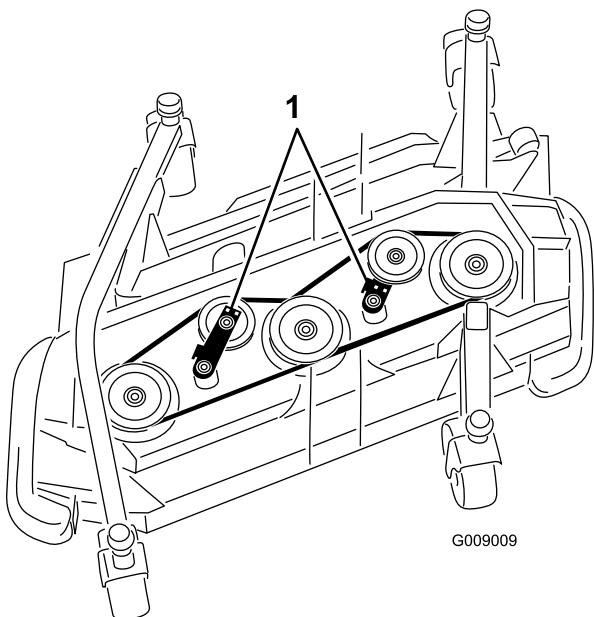

Рисунок 84
- Используя гаечный ключ с храповиком или аналогичный инструмент, отодвиньте натяжной шкив от приводного ремня, чтобы ослабить ремень и снять его со шкивов (Рисунок 84).